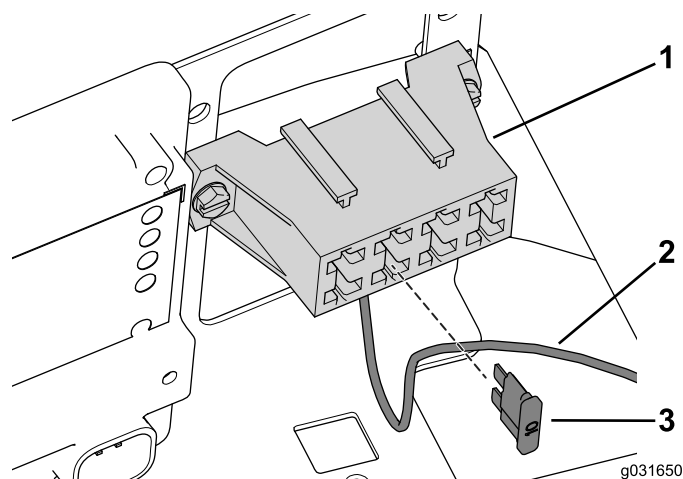

図 51
2. ヒューズブロックの空いているリード線に、キャブの電源線を接続する 図 51。
3. 電源線に付属の10 Aヒューズを取り付ける 図 51。